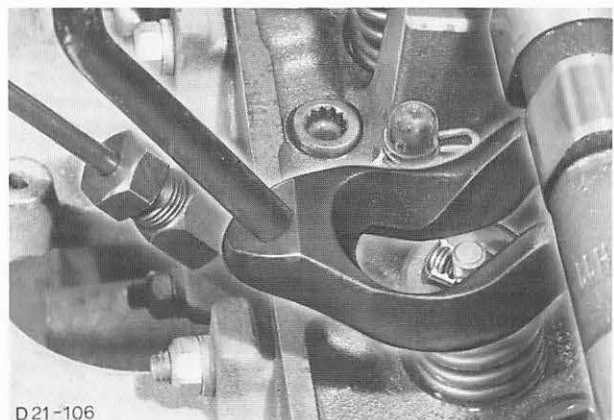

Abb. 260 Abbau der Ventilefeder mit Spezialwerkzeug 21-005 und 21-006
5. Ventilefeder und Ventilteller mit Spezialwerkzeug 21-005 herunterdrücken, Abb. 260. Ventilefederkeile entnehmen und Ventilefeder entspannen.